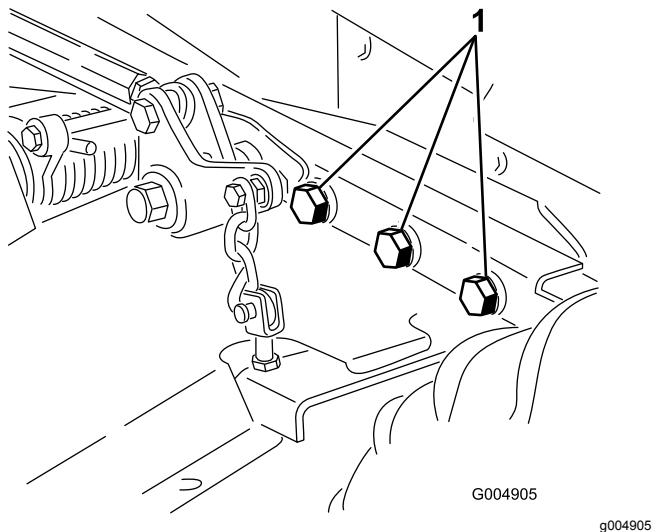

Bild 101
4. Prüfen Sie auf lockere Befestigungsteile und ziehen diese bei Bedarf fest. Ziehen Sie besonders die sechs Schrauben auf 359 N·m an, mit denen der Mähwerkrahmen an der Zugmaschine befestigt ist (Bild 101).